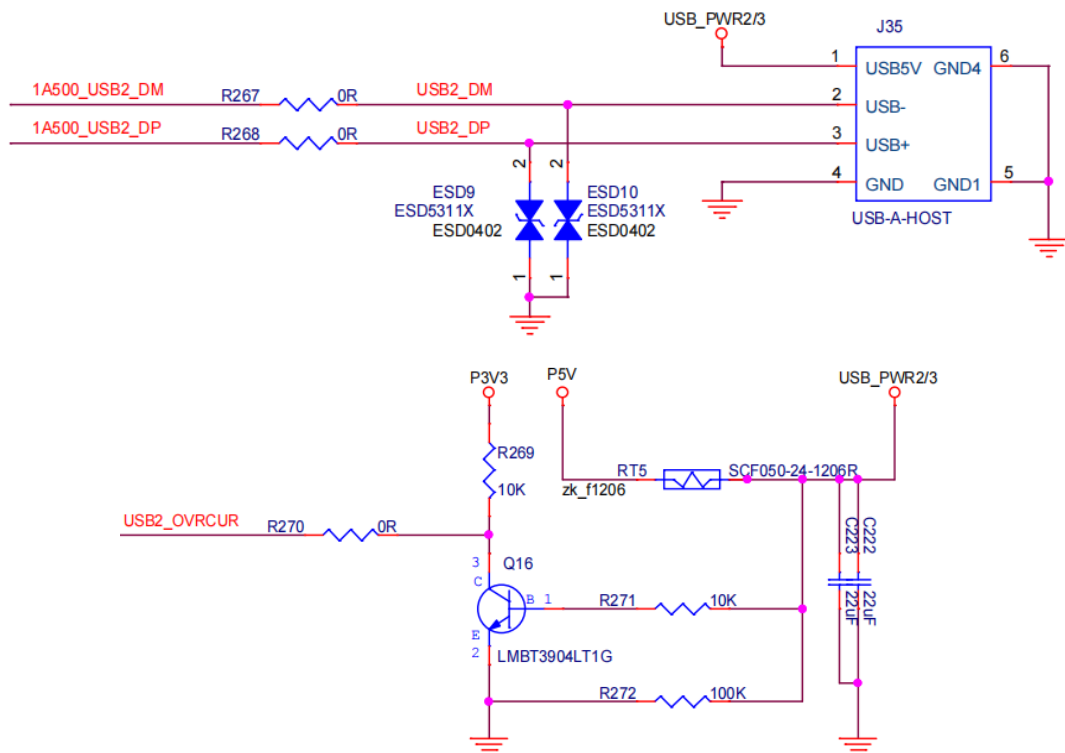

图 2-14 USB2.0 接口原理图
(5) USB2.0 接口：用于连接 USB 设备，支持即插即用功能。在本实验书中的主要作用是连接存储设备和摄像头，存储设备用于拷贝编译后的可执行程序，摄像头会在摄像头实验章节使用到。其原理图如图 2-14：